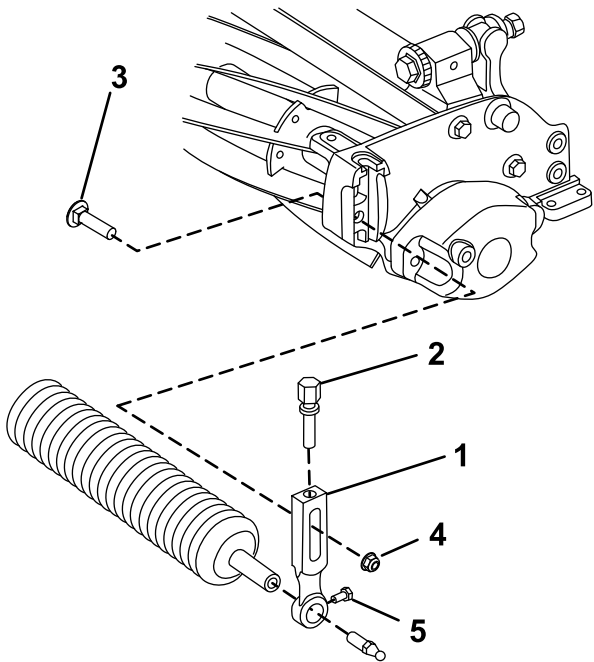

图 3
- 卸下将其中一个剪草高度臂固定至滚刀组侧板的防松螺栓及凸缘锁紧螺母图 3。
- 旋松剪草高度臂上的滚筒安装螺丝图 3。
- 将滚筒轴滑入滚刀组另一端上的剪草高度臂中图 3。
- 将剪草高度臂滑到滚筒轴上图 3。
- 用之前卸下的剪草高度臂和紧固件将滚筒松松地固定到滚刀组上图 3。
- 拧紧滚筒安装螺丝图 3。